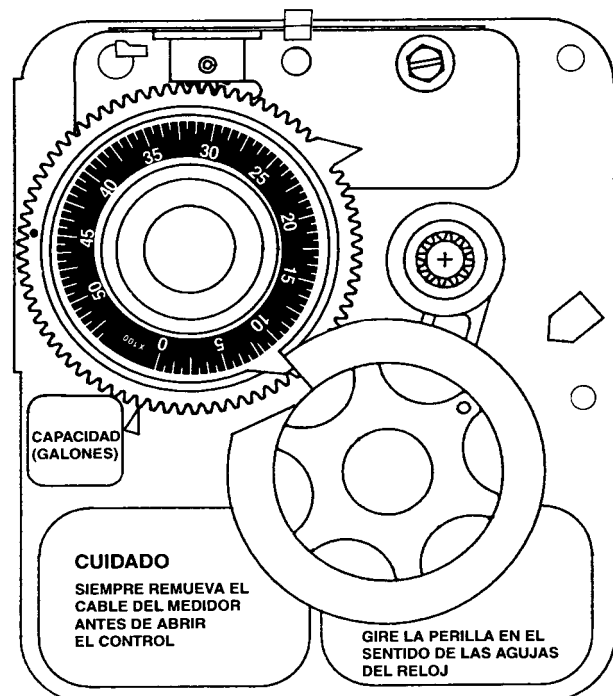
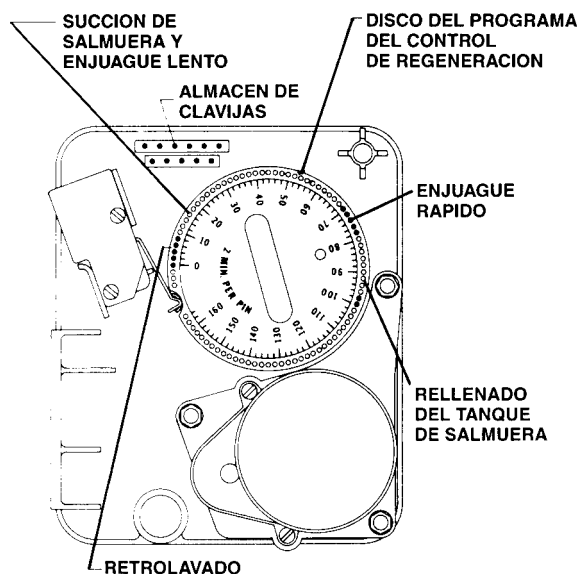

Figura No. 3
Figura No. 4
14. Mueva el reloj a la posición de retrolavado, girando la perilla de regeneración manual lentamente (fig. No. 3) para que el micro-interruptor pase sobre el primer grupo de clavijas (pines) (fig. No. 4), en esta posición, los tanques se intercambiarán (del tanque 1 al 2 ó viceversa), al moverse el pistón inferior. Después, la válvula de control se moverá a la posición de retrolavado, con el pistón superior.
NOTA 2: Asegurese que el cable del medidor no esté insertado en su domo. Abra el reloj, para exponer el disco del programa localizado en la parte trasera del reloj (fig. No. 4); tómelo de la esquina inferior derecha (fig. No. 3) y jale abriéndolo.
En la fig. No. 4, el disco del programa está en la posición de servicio. En el lado numerado del disco del programa, el primer grupo de clavijas que comienza en CERO determina el tiempo que la unidad estará en retrolavado.